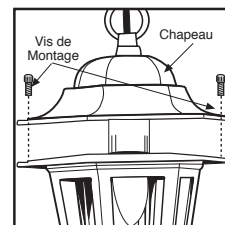

Figure 1
- Si le chapeau comporte au moins deux vis, retirer ses vis de montage et l'enlever. Insérer la ou les ampoules. Refixer le chapeau (voir la figure 1).